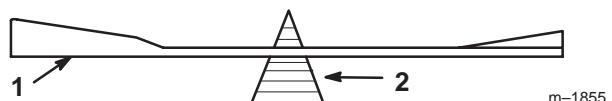
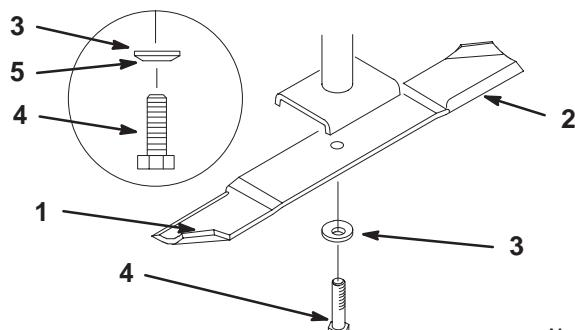

Figure 36
Figure 37
1. Tenez la lame à son extrémité avec un chiffon ou un gant épais. Retirez le boulon, la rondelle élastique et la lame de l'axe de la lame (Fig. 37).
2. Vérifiez l'équilibre de la lame en la plaçant sur un équilibrage (Fig. 36). Si la lame reste horizontale, elle est équilibrée et peut être utilisée. Si la lame est déséquilibrée, limez un peu l'extrémité de la partie incurvée seulement (Fig. 37). Répétez la procédure jusqu'à ce que la lame soit équilibrée.
1. Placez la lame sur l'axe (Fig. 37).
2. Installez la rondelle élastique et le boulon de la lame (Fig. 37). Serrez le boulon de la lame à 115–150 Nm (85–110 pieds-livre).